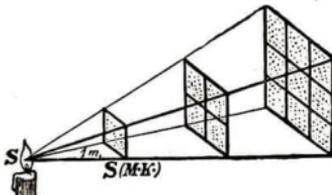

Abb. 216. Ausbreitungsgesetz
4. Ausbreitungsgesetz (Abb. 216).